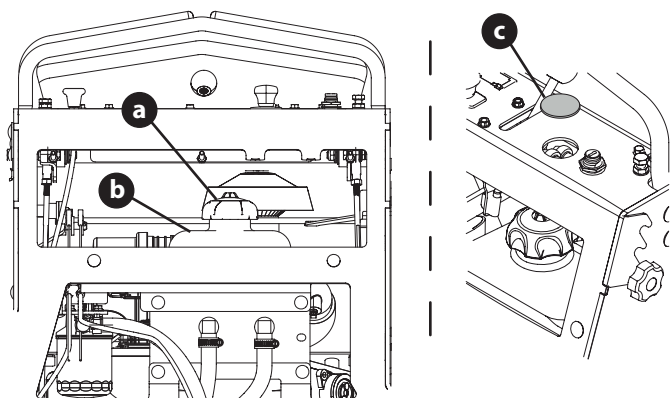

Fig. 28
4. Retirez le bouchon du réservoir d'huile de la transmission hydrostatique (a) (Fig. 28 à la page 96).
5. Tondeuses avec plateaux de coupe de 48, 54 ou 60 pouces uniquement : Insérez un entonnoir dans le réservoir (b) (Fig. 28 à la page 96).
6. Tondeuses avec plateau de coupe de 36 pouces uniquement (Fig. 28 à la page 96) :